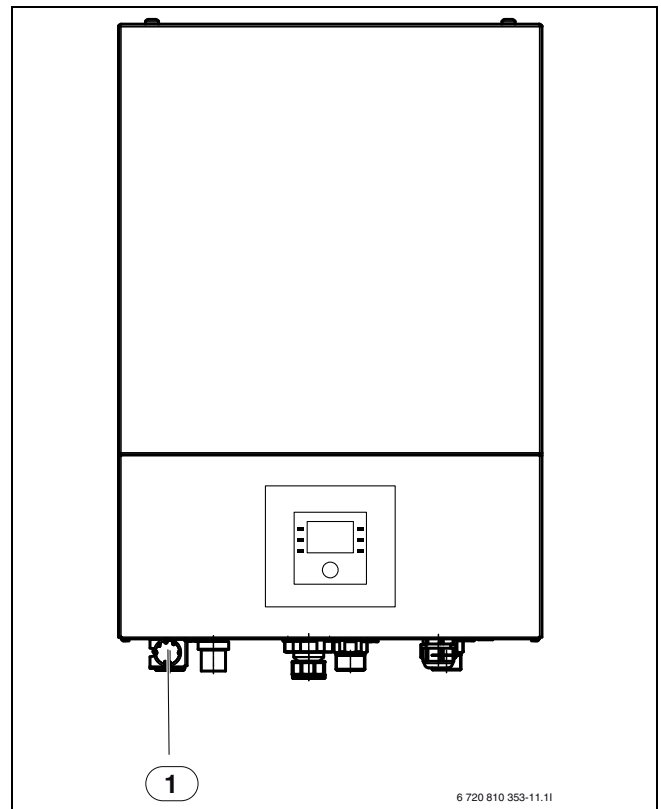
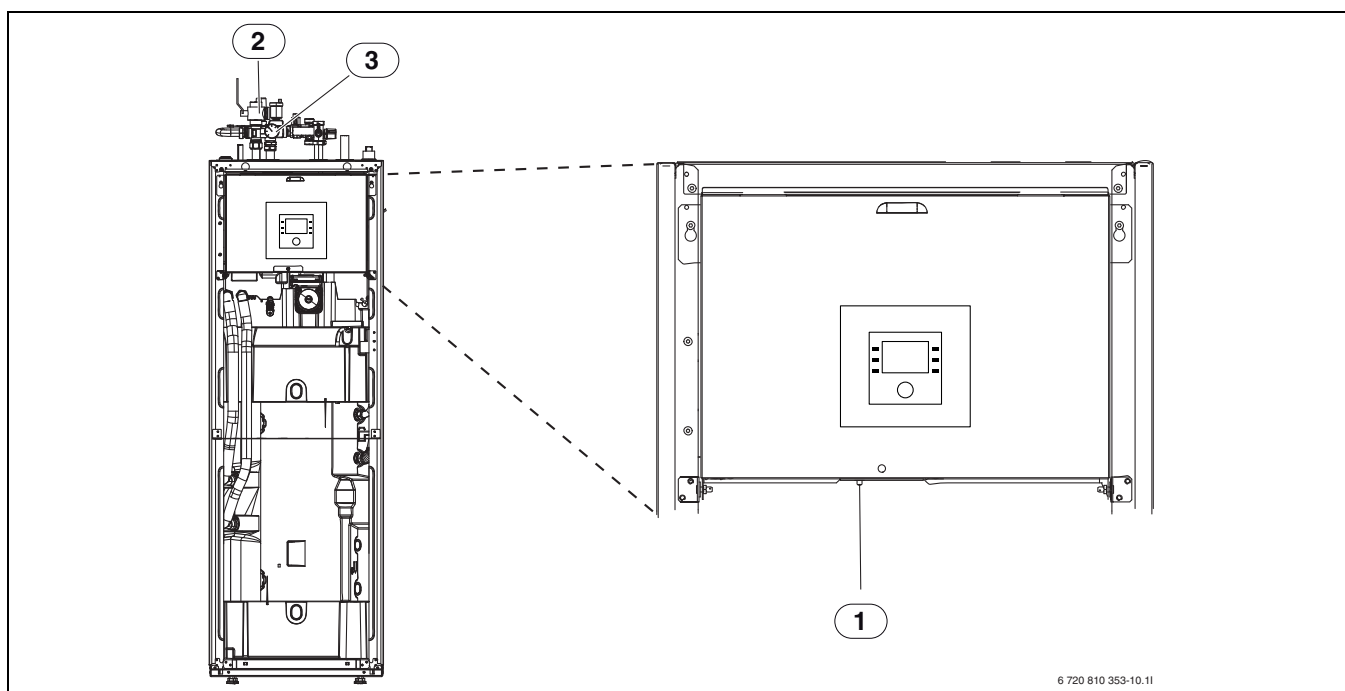

Bild 6 Inneneinheit ASB/ASE
Bild 7 Inneneinheit ASM/ASM solar
- ▶ Druck am Manometer überprüfen (→ Bild 6 oder Bild 7).